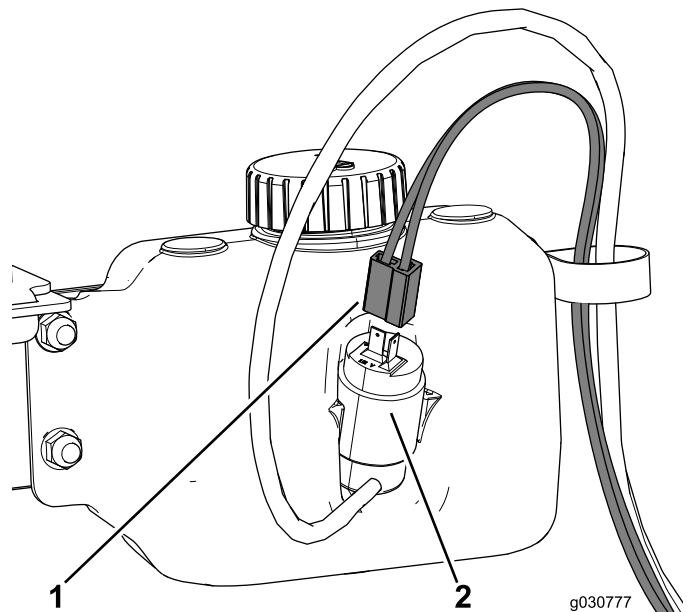

Figura 50
4. Enrute el arnés de cables del depósito del lavaparabrisas por la abrazadera en R y conéctelo al depósito (Figura 50).